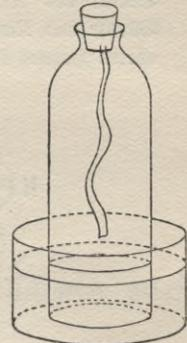

Fig. 5. Verbrennen von Magnesium im abgeschlossenen Luutraum.
* **Versuch 3** (Fig. 5): Setze eine ca. 30—40 cm hohe, unten offene und oben mit einem Tubus versehene Glasglocke in ein weites Gefäß mit Wasser, so daß sie etwa 8 cm tief eintaucht, und bezeichne den Wasserstand durch eine Marke mit Kreide. Klemme dann in einen Stöpsel, der genau in den Tubus paßt, ein etwa 20 cm langes Stück Magnesiumband, entzünde dieses und setze den Stöpsel luftdicht